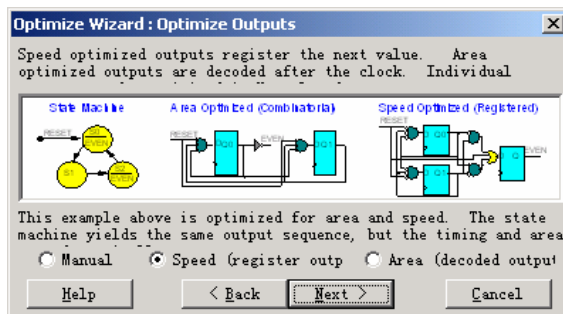

图2-21 优化向导中设置优化目标
- 按钮  的功能是启动优化向导 (Optimization Wizard)，该按钮同向导工具栏中的  按钮功能相同。当状态转移图绘制完毕后，启动优化向导优化状态机，使整个设计在速度、面积、I/O 端口和综合结果等方面达到全面优化。使用优化向导时，工程师只需设置器件类型、优化目标、语言类型和综合工具类型等信息，优化向导自动完成所有的优化过程。图 2-21 所示为在优化向导中设置优化目标。